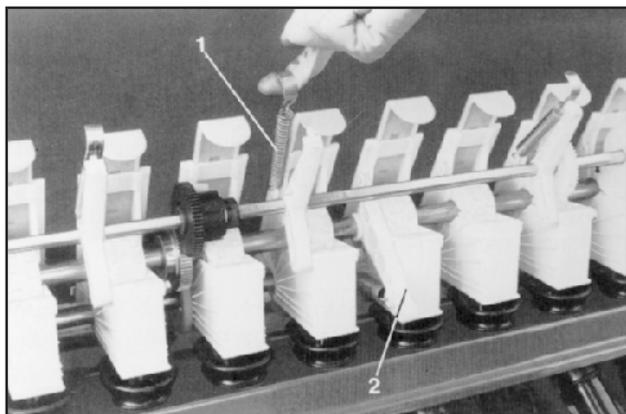

Рис. 114
- Промежуточный вал высегающих катушек устройства прокладки технологических колец (если имеется) откидывается вниз, после ослабления пружин растяжения (рис. 114/1) с поворотными опорами.
- Снять упорный подшипник (рис. 114/2), после ослабления пружин растяжения.